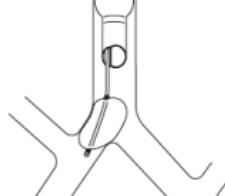

Fig.8
- 1) y 2) Lo anterior puede atribuirse al hecho de que el manguito del bloqueador se ha desplazado hacia el lumen de la tráquea (hernia), estrechándolo (Fig. 8).
- Si se produce la hernia descrita en la Fig. 8, la hipoxemia puede remediarse simplemente desinflando el manguito.